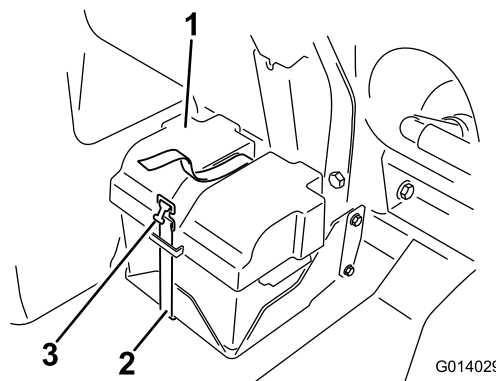

Figura 60
3. Montate il coperchio della batteria e fissatelo con la fascetta tolta in precedenza (Figura 60).